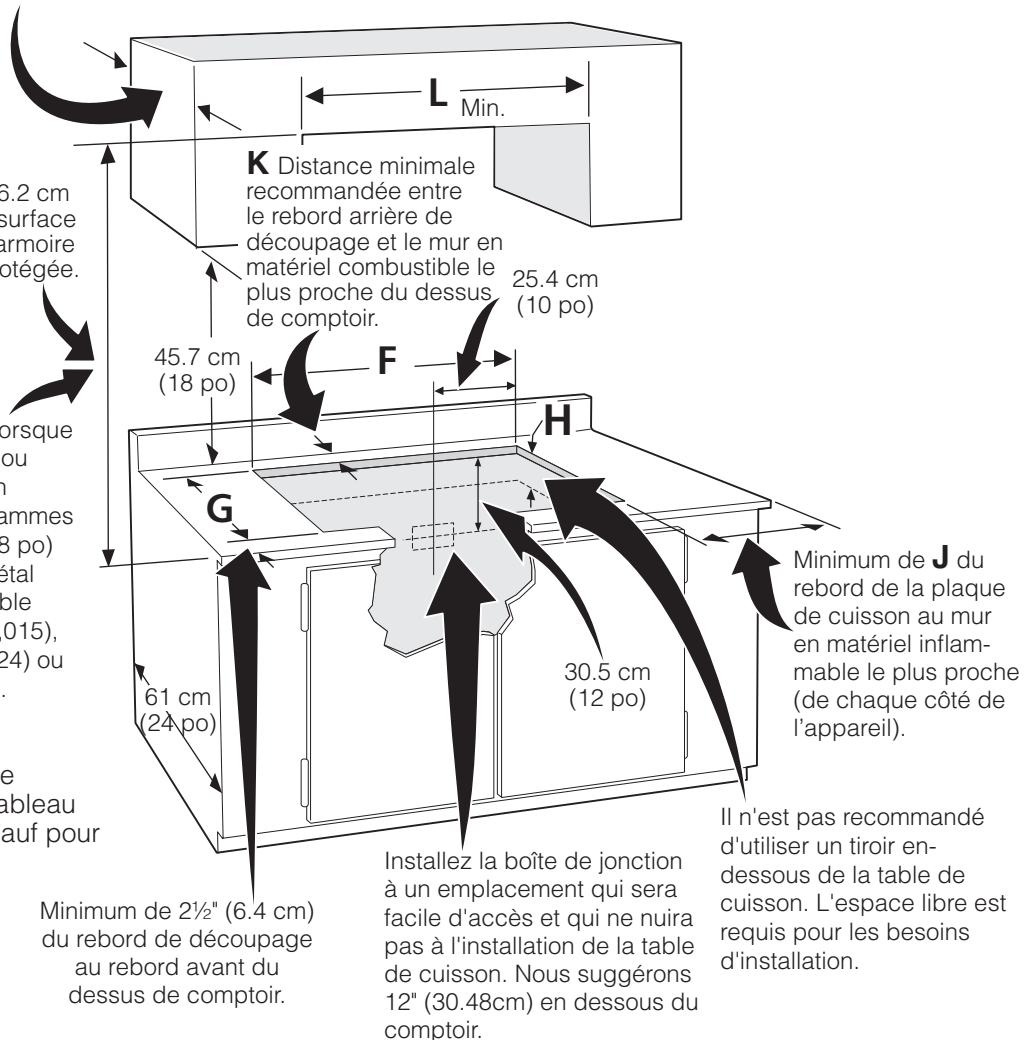

Figure 2 – OUVERTURE DE DÉCOUPAGE DU COMPTOIR
3. Il faut brancher l'appareil au panneau de distribution en utilisant des câbles flexibles à gaine métallique ou non métallique. On doit brancher directement à la boîte de jonction le câble gainé flexible de l'appareil. Il faut installer la boîte de jonction tel qu'illustré à la Figure 2 en laissant autant de lâche que possible dans le câble entre la boîte et l'appareil, pour en faciliter le déplacement si l'entretien s'avère nécessaire.